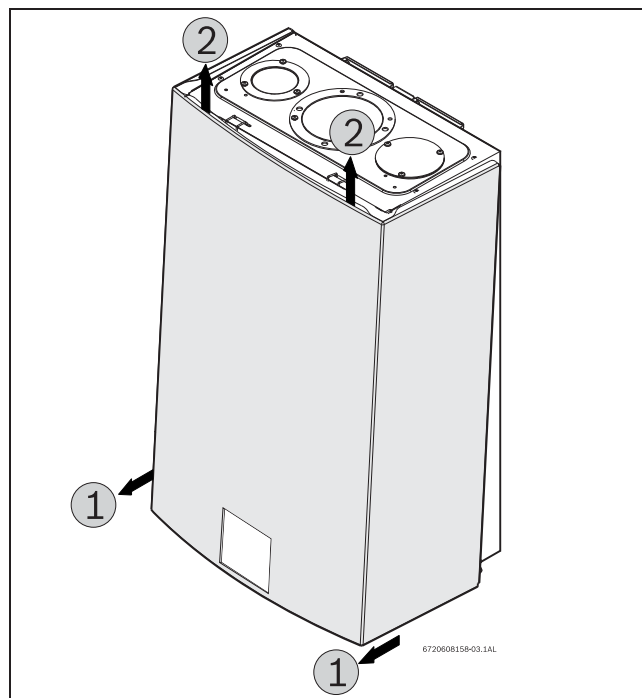

Рис. 3 Демонтаж передней крышки
- 5. Для демонтажа выдвиньте на себя переднюю крышку и затем поднимите вверх, см. рис. 3.